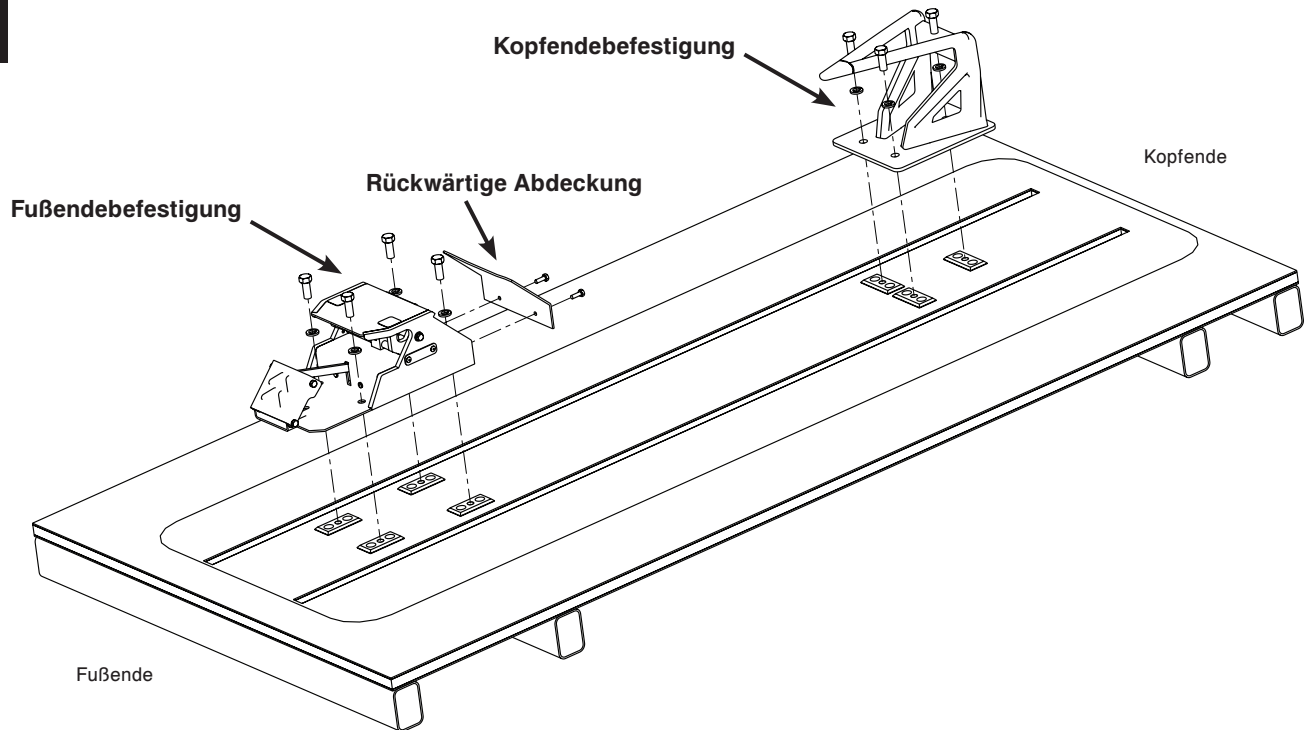

Abbildung 4 - Kopf- und Fußendebefestigung – Installation auf Bodenplatten
1. Die rückwärtige Abdeckung der Fußendebefestigung abnehmen. Die Fußendebefestigung auf den vier Bodenplatten montieren und mit 1/2-Zoll-13-Sechskantschrauben und Federscheiben sichern, wie in Abbildung 4 dargestellt. Die rückwärtige Abdeckung wieder an der Fußendebefestigung anbringen.
2. Die Kopfendebefestigung auf den drei Bodenplatten montieren und mit drei 1/2-Zoll-13-Sechskantschrauben und Federscheiben sichern, wie in Abbildung 4 dargestellt.